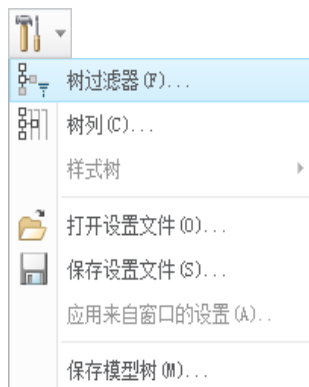

图 5.2.66 “设置”下拉菜单
Step2. 单击图 5.2.66 所示导航选项卡的  选项（模型树上方），在弹出的“设置”下拉菜单中选择  **树过滤器(F)...** 命令。